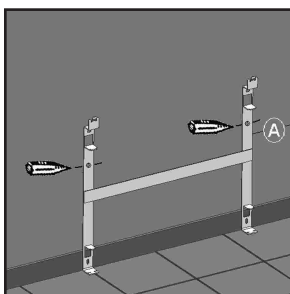

fig. 2
2. Presentar el soporte mural en el suelo en la posición en que lo vamos a colocar, marcando en la pared el agujero superior del tornillo en el soporte a ambos lados. (fig. 2)